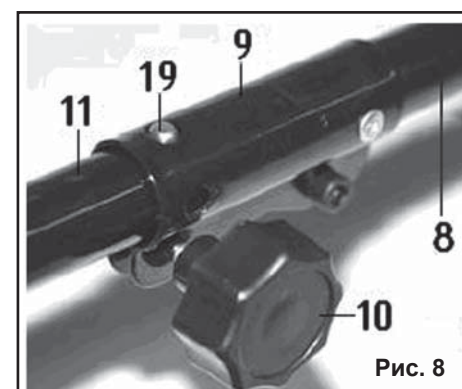

Рис. 8
7.5. Соединение верхней и нижней штанг (Рис. 8)